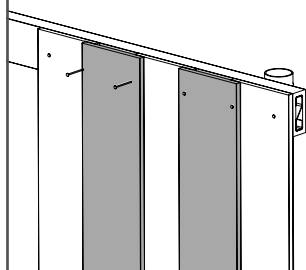

Fig. 45
2. Faites chevaucher les planches dans les coins. Lorsque vous tournez un coin, le bord de la première planche de la nouvelle pagée doit être aligné à la face de la dernière planche de la pagée précédente, comme illustré à la fig. 45.